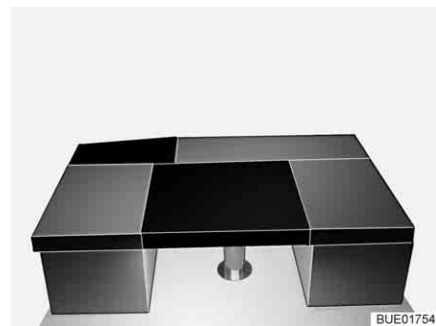

Bild 120 Nach dem Umbau
- Das rechteckige Zusatzpolster auf den Tisch legen (vor die Sitzpolster der Sitzbänke, siehe Bild 120).